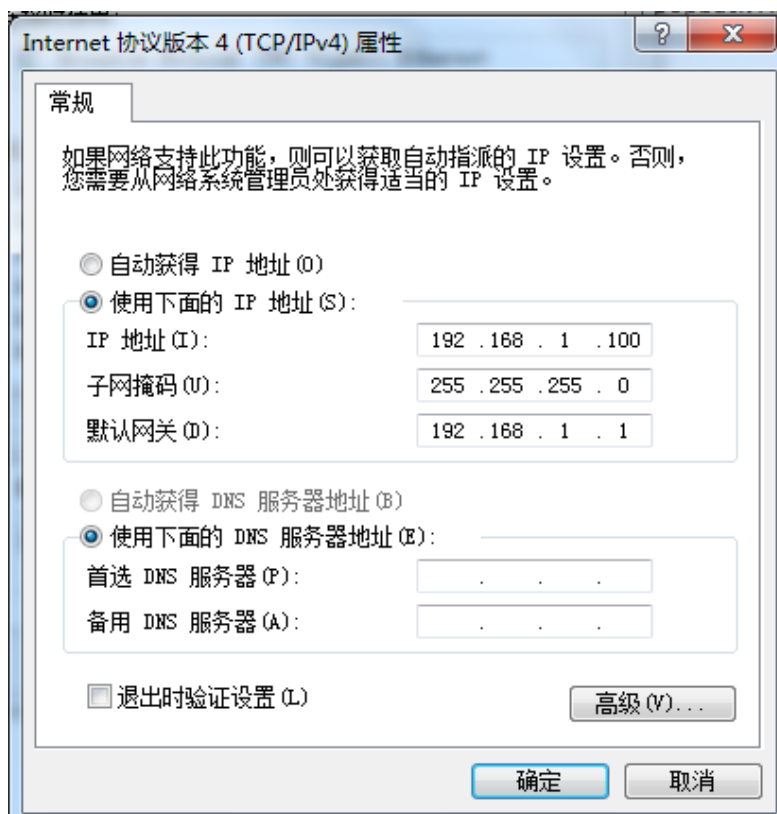

图 6 控制器的网络连接详细状态
(1) 将控制器的网卡设置在 192.168 这个网段，本实例中控制器使用的 IP 地址为：192.168.1.100，如图 6 所示。